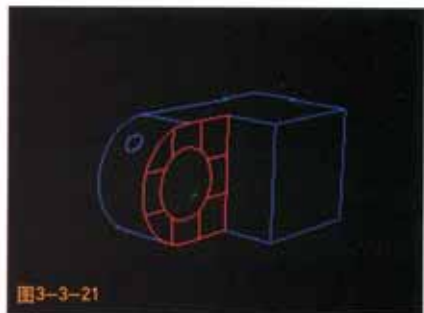
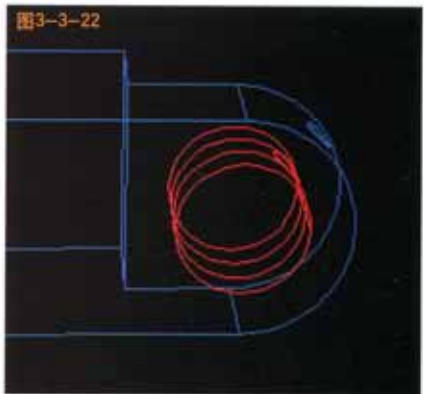

图3-3-21
图3-3-22
3. 采用第一步的方法, 只显示Hinge-hole-1。从主菜单中选择Tools→Surface→Create, 命名这个表面为Flange-h, 点击Continue, 选择如图3-3-21的表面。采用同样的技术创建一个叫Inside-h的表面, 如图3-3-22。